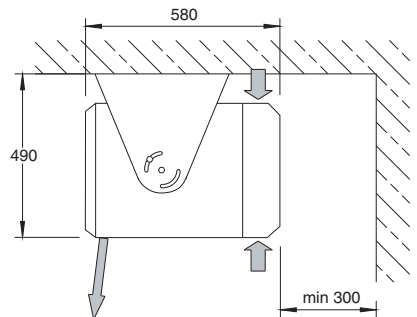

Fig. 3
- В случае, когда места над воротами недостаточно для горизонтального размещения воздушных завес, они устанавливаются в колонну сбоку от ворот, создавая боковой воздушный поток по всей высоте (рис.3). Крепление завес к полу и между собой осуществляется при помощи вставки AVMP300.